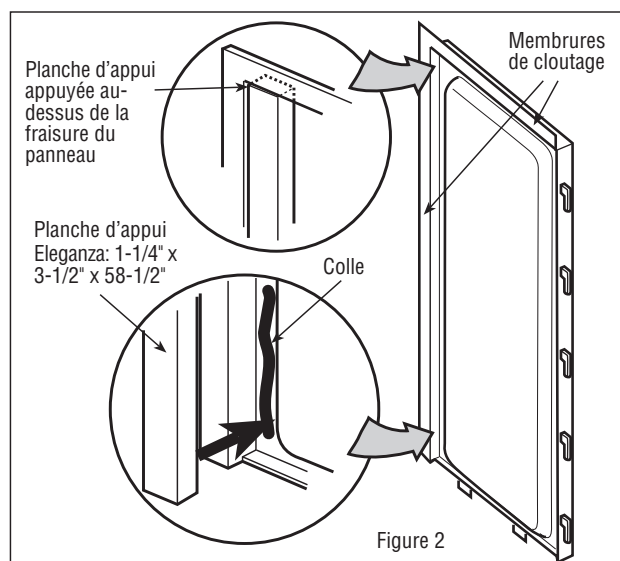

Figure 2
- 2** Si vous souhaitez installer une porte de baignoire, une planche d'appui (voyez la taille à la figure 2) doit être installée à l'arrière de chaque mur latéral. Appliquez un cordon de colle dans la fraiseure de chaque mur latéral et attachez le panneau (fig. 2), en guidant le panneau sur le dessus de la fraiseure.